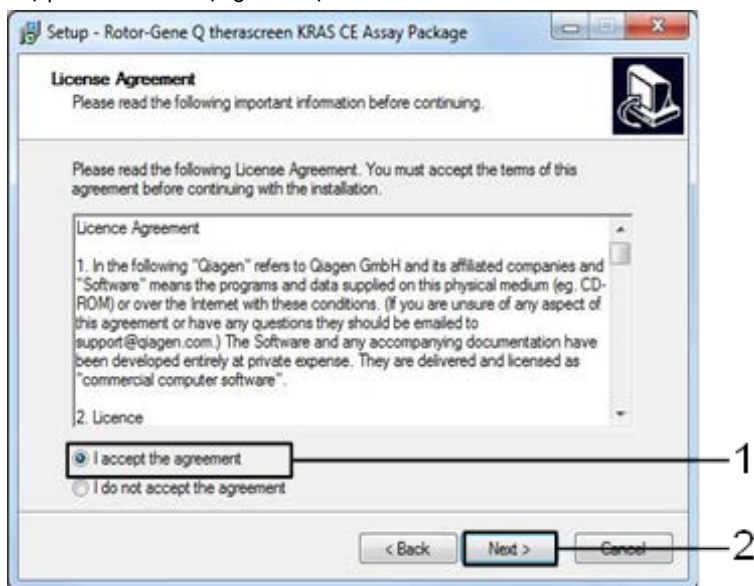

Figura 40. A caixa de diálogo "License Agreement" (Contrato de Licença). 1 = Declaração "I accept the agreement" (Aceito o contrato); 2 = "Next" (Seguinte).
5. Leia o Contrato de licença na caixa de diálogo "License Agreement" (Contrato de licença) e selecione a caixa I accept the agreement (Aceito o contrato). Clique em Next (Seguinte) para continuar (Figura 40).